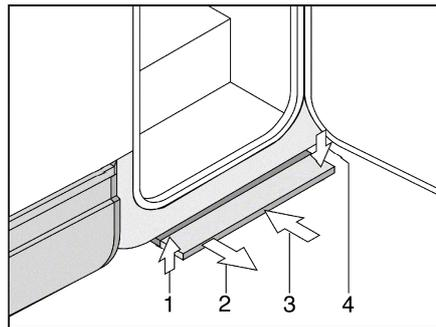

Fig. 7 Escalón de entrada operable eléctricamente
**Extraer:** ■ Tirar del escalón de entrada hacia delante (Fig. 7,2) hasta que encastre.
**Insertar:** ■ Levantar ligeramente el escalón de entrada (Fig. 7,1).
■ Insertar el escalón de entrada hasta el tope por debajo del piso del vehículo (Fig. 7,3). Prestar atención a que encastre el escalón de entrada (Fig. 7,4).